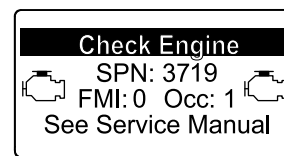

Figura 48
- Advertencia del motor SPN 3719, FMI: 0 (Figura 48)